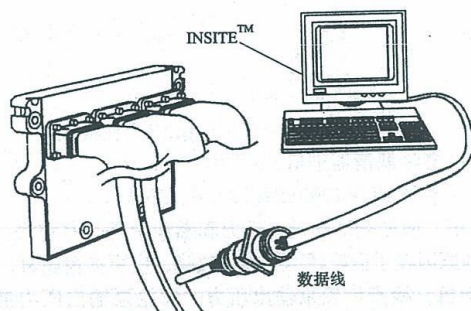

图 2-68 INSITE 用服务软件监测高压油泵输出压力
2) 只能使用康明斯公司的 INSITE 服务软件监测高压油泵输出压力，见图 2-68。发动机正常工作时，高压油泵输出压力规定值为 250 ~ 1 600bar，即 3 550 ~ 22 720psi。